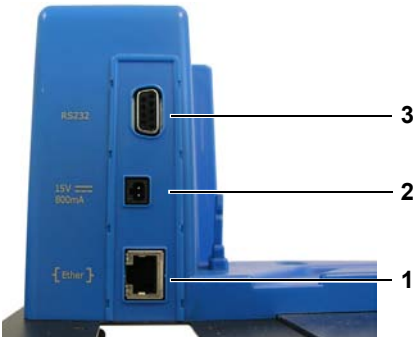

Fig. 5.24 Raccords du support mural
Débranchez le câble du **raccord** (1) (voir Fig. 5.24 page 56).